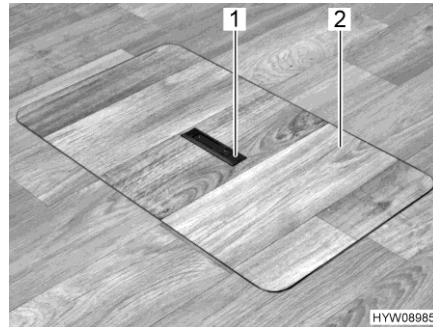
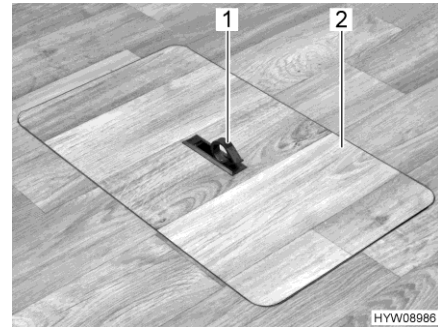

Fig. 37 Trappe de service (poignée encastrée)
Fig. 38 Trappe de service (poignée sortie)
- Pousser la plaque de la poignée (Fig. 37,1) vers le bas d'un côté. La poignée (Fig. 38,1) pivote vers le haut.
- Retirer la trappe de service (Fig. 38,2) par le haut.
- Placer la trappe de service (Fig. 38,2) dans le cadre pratiqué dans le plancher.